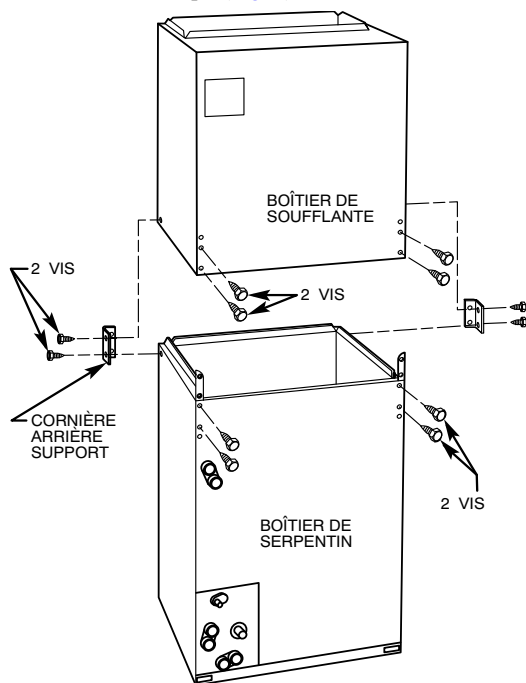

Fig. 7 – Retrait des supports des appareils modulaires
REMARQUE : Les appareils modulaires peuvent être démontés et les composants déplacés séparément vers la zone d'installation pour le remontage. Ce processus réduit les difficultés éventuelles en cas de dimensions réduites des trous d'accès et des points d'entrée sur les sites d'installation (Fig. 7).
- b. Retirez le répartiteur d'air (B) de l'ensemble d'étanchéité du serpentin en retirant les trois vis (voir la Fig. 7).
- c. Retirez la plaque de substitution (A) et installez le répartiteur d'air (B) à la place de la plaque de substitution.
- d. Installez la plaque de substitution (A) comme illustré pour l'application horizontale droite.
- e. Enlevez les goulottes à condensats (C) et installez-les sur les plaques tubulaires opposées.